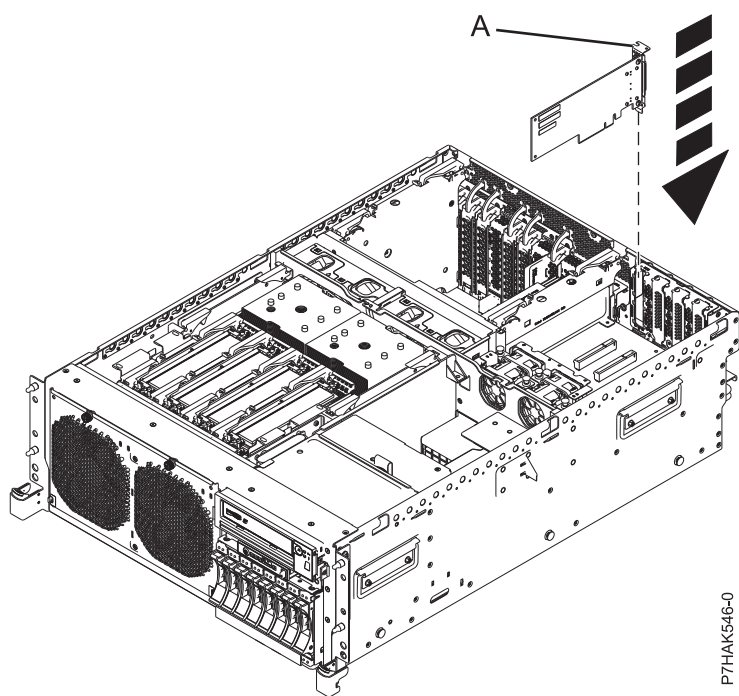
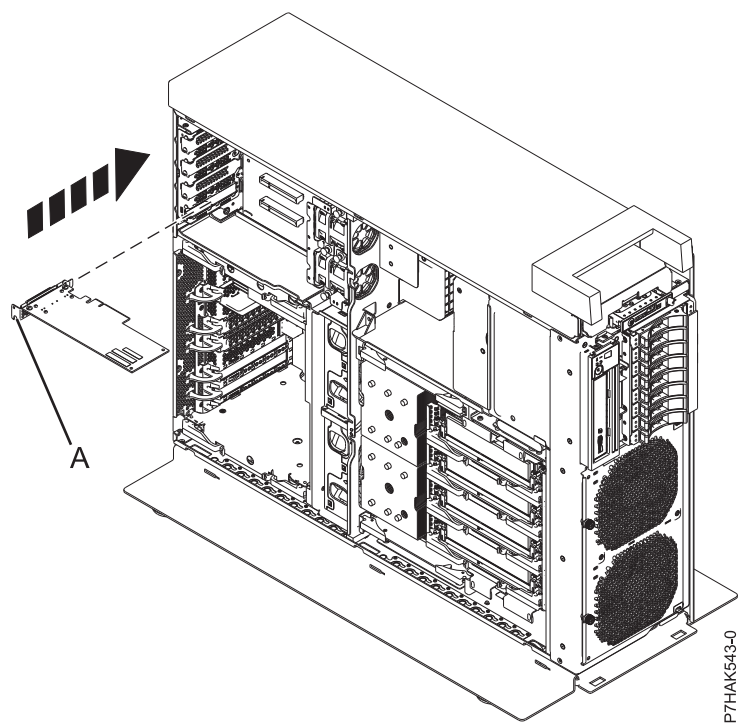

図 14. ラック・マウント・システムでの PCI アダプターの取り替え
図 15. スタンドアロン・システムの拡張ライザーでの PCI アダプターの取り替え
17. システムに拡張ライザーがある場合、低プロファイル PCI アダプターをそのスロットに押し込むことができます。そのテール・ストック (A) を使って所定の位置にアダプターをガイドしてから、アダプターをスロットに押し込みます (20 ページの図 14 および 20 ページの図 15 を参照)。